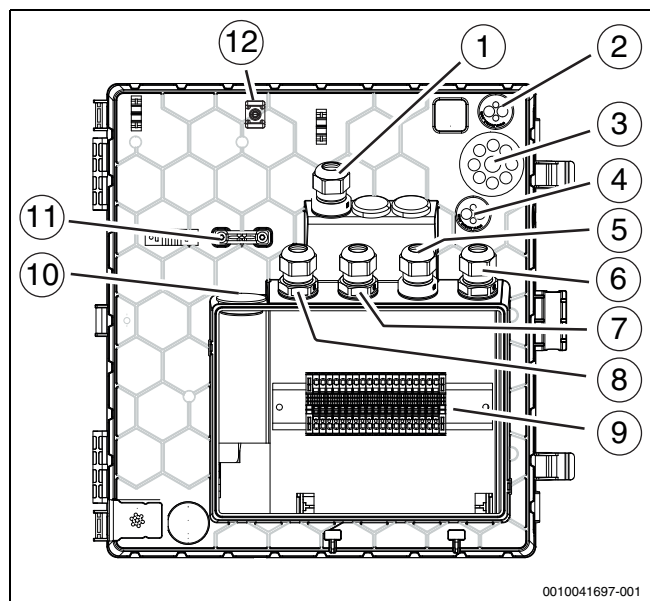

Bild 33 Kabeldurchführungen zum Klemmenkasten
3. Kabel in den Klemmenkasten führen (→ Abbildung 33).
Bei Kabeldurchführungen (→Abbildung 33 [2], [3], [4], [10]) genügt ein kleiner Einstich in die Membran, dann können die Leitungen durchgeschoben werden.
- Nach dem Einführen der Kabel die Kabelverschraubungen festziehen (→Abbildung 33 [1], [5], [6], [7], [8]).
- Die festgelegten Befestigungspunkte [12] für die Befestigung der durch die Einführungen geführten Kabel verwenden (→Abbildung 33 [2], [3], [4]).